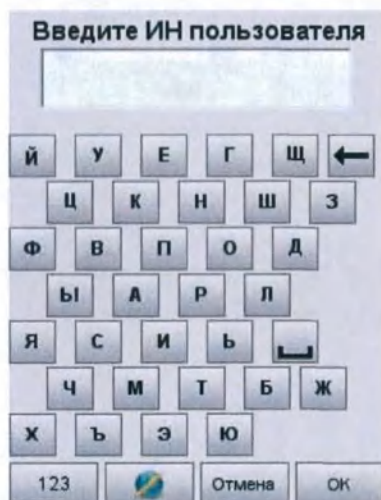

Рис.2-15 Ввод ИН пользователя
- Если в настройках безопасности включен <Включить защиту паролем> (см. Раздел 3.2.3), вам будет предложено ввести ИН оператора (Рис.2-15). В зависимости от настроек безопасности доступ пользователей к текущим калибровочным кассетам Hb может быть ограничен